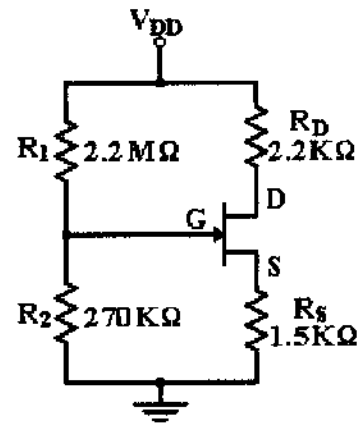

Figura 2.6
6.- Determine el valor del punto de operación del circuito de la figura 2.6, emplee los datos del transistor.
- 7.- Arme el circuito de la figura 2.6 y anote las lecturas correspondientes en la tabla 2 en la columna correspondiente.